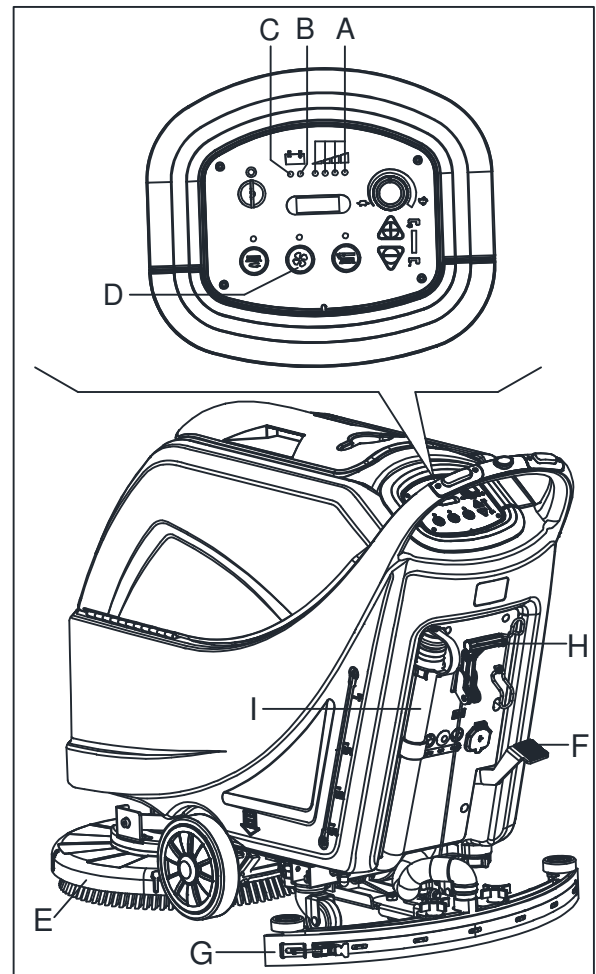
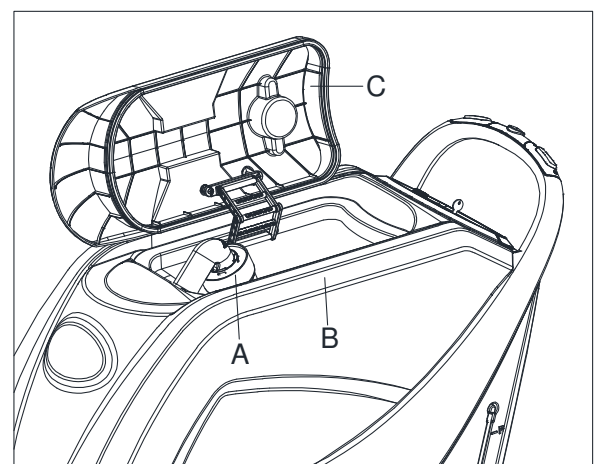

Figure 10
Figure 11
Jusqu'à ce que le témoin lumineux vert (A, Fig. 10) reste allumé, les batteries assurent un fonctionnement normal à la machine. Lorsque le témoin lumineux vert (A) s'éteint, et que le témoin lumineux jaune (B) s'allume, il est conseillé de charger les batteries, car la charge restante ne durera que quelques minutes (en fonction de la batterie et du travail à effectuer). Lorsque le témoin lumineux rouge (C) s'allume, les batteries sont complètement déchargées. Après quelques secondes, la brosse/le plateau support disque est automatiquement arrêté, tandis que le système d'aspiration et (uniquement pour les machine à traction) le système d'entraînement restent allumés, pour terminer le séchage du sol et conduire la machine à la zone de recharge.
Un système automatique de fermeture à flotteur (A, Figure. 11) bloque le système d'aspiration lorsque le réservoir d'eau de récupération (B) est plein. La désactivation du système d'aspiration est indiquée par une augmentation soudaine du bruit du moteur d'aspiration, le sol aussi n'est pas sec.
Si le système d'aspiration s'éteint accidentellement (par exemple, lorsque le flotteur est activé en raison d'un mouvement soudain de la machine), pour reprendre l'opération: désactiver le système d'aspiration en appuyant sur le commutateur (D, Fig. 10), puis retirer le couvercle (C, Fig. 11) et vérifier que le flotteur à l'intérieur de la grille (A) a baissé jusqu'au niveau de l'eau. Ensuite, remettre le couvercle (C) et mettre le système d'aspiration en appuyant sur le commutateur (D, Fig. 10).
Lorsque le réservoir d'eau de récupération (B, Fig. 11) est plein, le vider selon la procédure suivante.
2. Soulever la plate-forme de la brosse/du plateau support disque (E, Fig.10) en appuyant sur la pédale (F).
3. Soulever l'embouchure (G) avec le levier (H).
5. Vider le réservoir d'eau de récupération avec le tuyau (I). Ensuite, rincer le réservoir (B, Fig. 11) avec de l'eau propre.